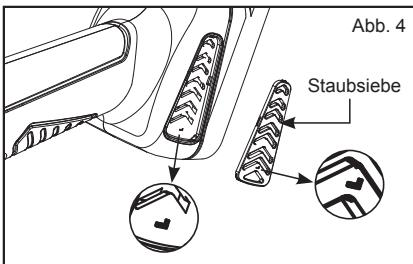

Abb. 4
3. Die Staubschutzkappe muss gemäß L & R korrekt montiert sein. Finden Sie die linke und rechte Seite (L & R) und platzieren Sie das Staubschutzgitter auf diese Weise. (Abb. 4)